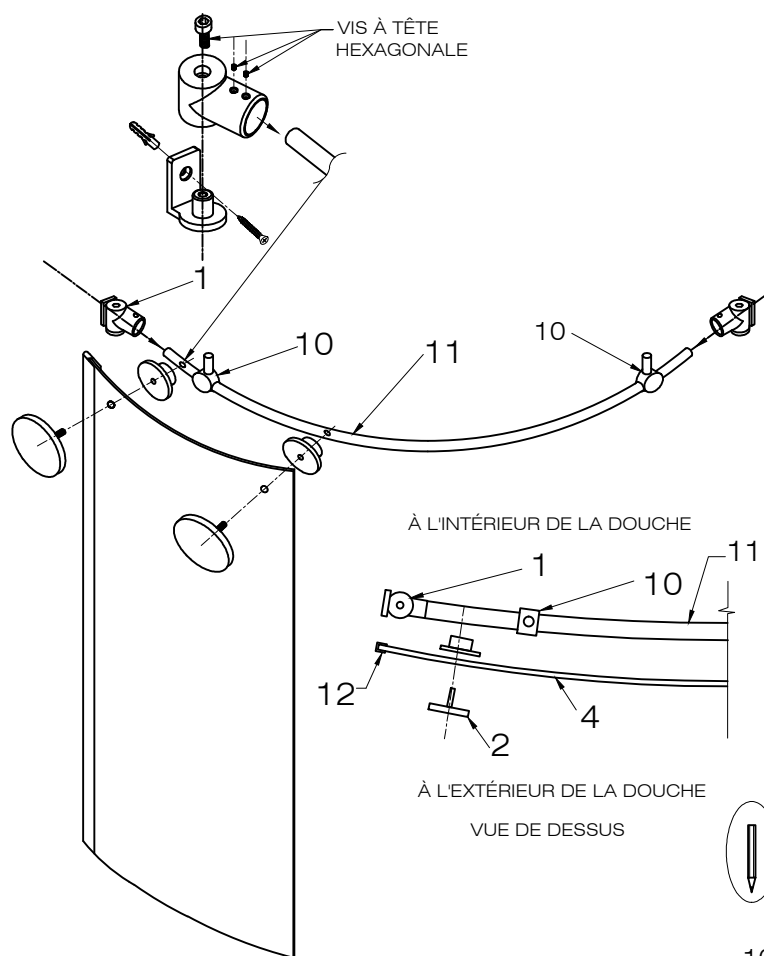

FIG. 4
4. Placez le rail de structure (n° 11) dans le support à fixation murale (n° 1). Serrez les deux vis à tête hexagonale sur le support. [Cf. FIG. 4] Répétez cette étape pour l'autre support.
6. Vissez le panneau fixe (n° 4) sur le rail de structure (n° 11) avec les porte-panneaux fixes (n° 2). [Cf. FIG. 4]